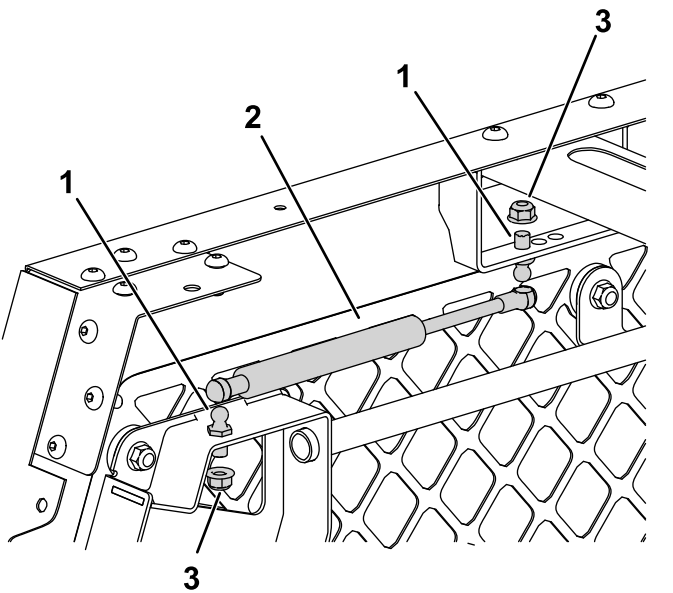

Figura 14
2. Utilice 2 espárragos con bola y 2 tuercas con arandela prensada (5/16") para sujetar los muelles a las puertas de la jaula y a los taladros delanteros del soporte de montaje (Figura 14).